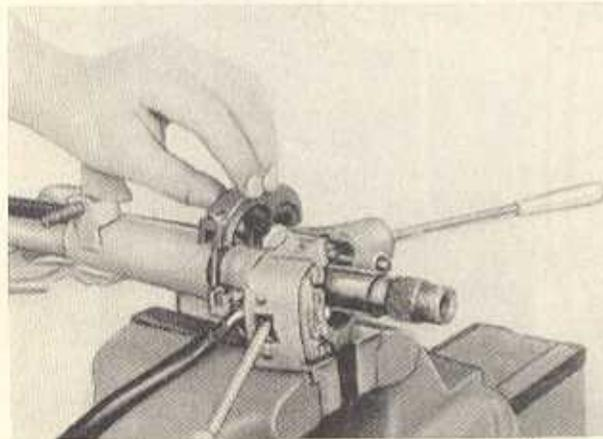
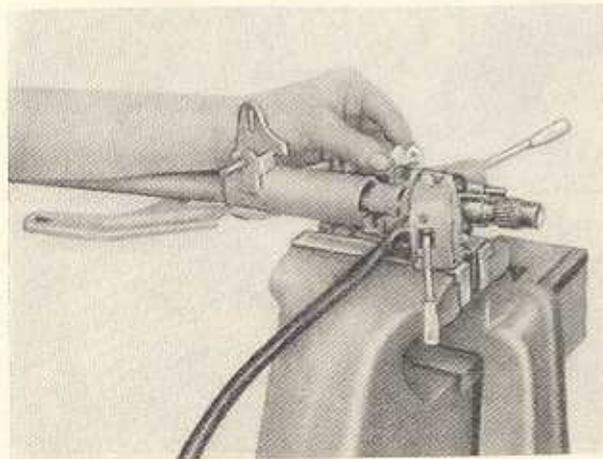
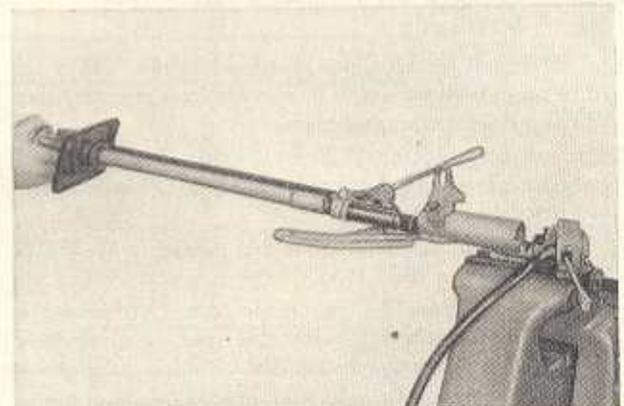

Bild F 8
Bild F 9
Bild F 10. Herausziehen der Lenksäule und Schaltstange aus der Aufhängung
5. Wenn die zwei Zylinderkopfschrauben  $M5 \times 35$  herausgeschraubt sind, kann die Klemme und das Gummizwischenlager abgenommen werden (Bild F 8). Die Lagerbuchse der Lenksäule kann abgezogen, die geteilte Lagerbuchse der Schaltgehäuselagerung kann abgehoben werden (Bild F 9). Schaltstange und Lenksäule sind nun aus der Aufhängung herausziehen (Bild F 10).